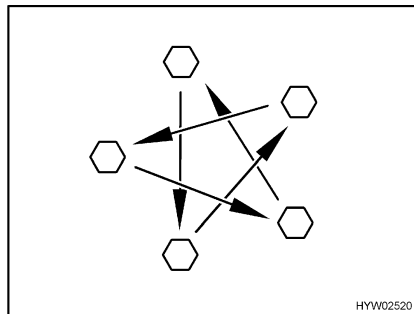

Fig. 206 Serrare a croce i dadi o i bulloni delle ruote
- Controllare regolarmente il serraggio dei dadi o dei bulloni. Regolare il serraggio dei dadi delle ruote o dei bulloni delle ruote di una ruota sostituita dopo circa 50 km (Fig. 206). Coppia di serraggio vedi paragrafo 14.5.2.
- Se si utilizzano cerchioni nuovi o riverniciati, regolare il serraggio dei bulloni o dei dadi dopo altri 1000 - 5000 km (Fig. 206).
- ▷ Serrare a croce i dadi o i bulloni delle ruote (Fig. 206).